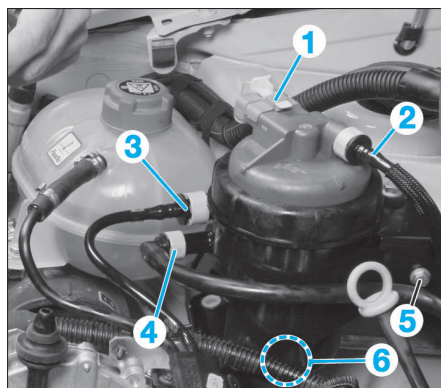

FIG. 20
- le connecteur du réchauffage (1) (Fig.20).
- la conduite d'arrivée de combustible (2) vers filtre.
- la conduite de sortie de combustible vers pompe (3).
- Déposer la vis du collier de fixation (4) du filtre à combustible et déposer celui-ci.
- Sur sa partie inférieure, débrancher le capteur de présence d'eau en (6)